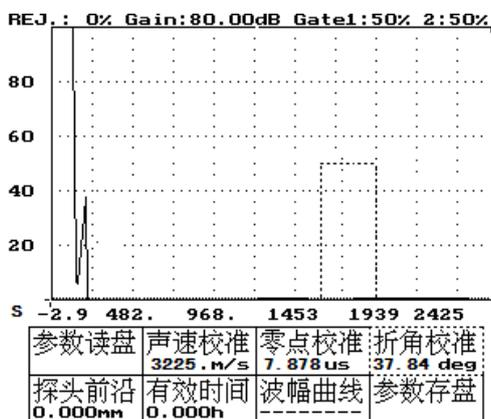

图 18-25
- 4、按方向键——将虚框移到折角校准, 如图 18-25 所示。
4. 按方向键——将虚框移到折角校准，如图 18-25 所示。